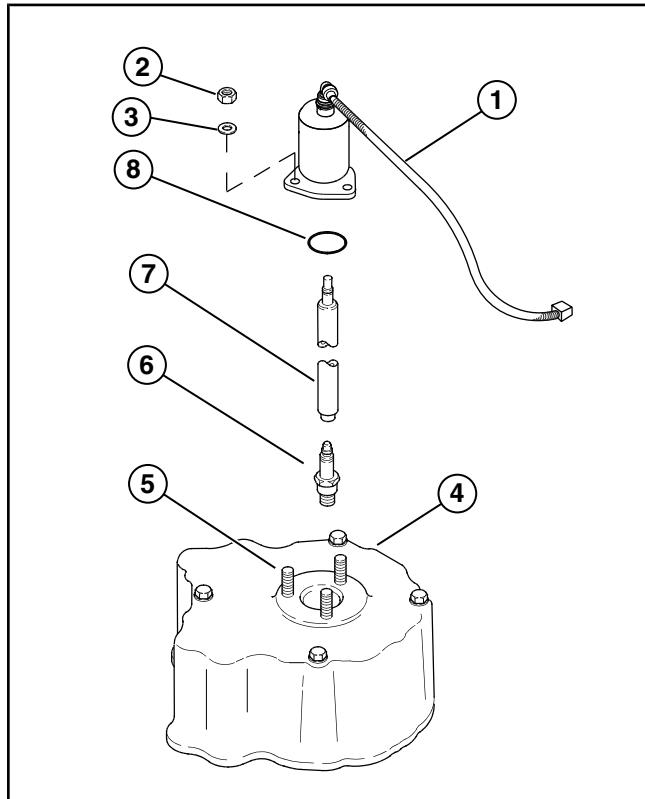

Рисунок 4.05-23: Свеча зажигания в сборе (стандартная)
11. Соедините разъем жгута проводов катушки зажигания к токопроводу (см. Рисунок 4.05-23).